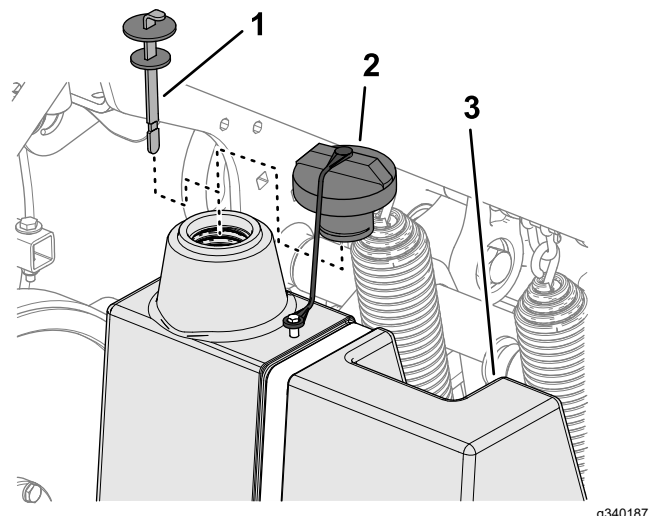

Figure 168
3. Nettoyez la surface autour du goulot et du bouchon de remplissage du réservoir hydraulique (Figure 168). Retirez le bouchon du goulot de remplissage.